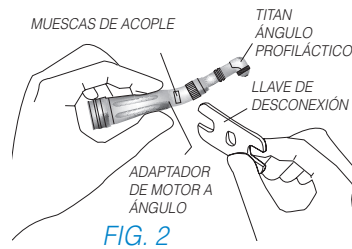

FIG. 2
- Coloque la llave de desconexión del ángulo (FIG. 2), Parte #203048 de Star, proporcionada con cada ángulo, en las muescas de acople sobre el cuello del ángulo; ajuste de forma segura.